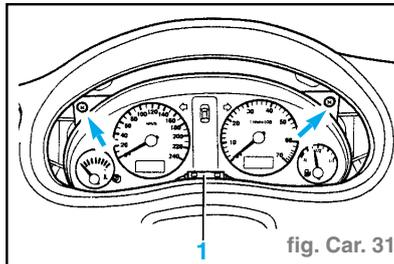

fig. Car. 31
- Dévisser les vis à empreinte cruciforme -flèche-. (fig. Car. 31)
- Enlever l'agrafe (1).